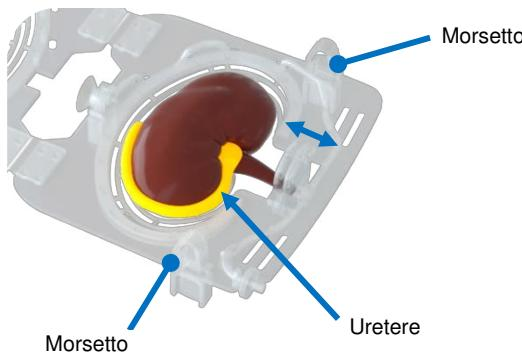

Figura 19 Posizionamento dell'uretere e regolazione della posizione del portacerotti.
- Guidare l'uretere attorno al rene all'interno del portareni, vedere la Figura 19, e verificare che non sia piegato o attorcigliato.